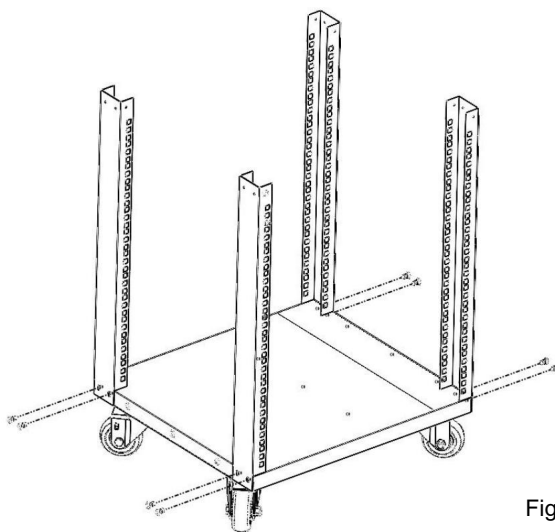

Figure 2
2. Aalignez le support d'angle avec le panneau inférieur, fixez-le avec 2 vis à tête cruciforme M5 à l'aide d'un tournevis électrique. Adoptez ensuite la même étape pour fixer le reste des 3 supports d'angle. Voir la figure 2.